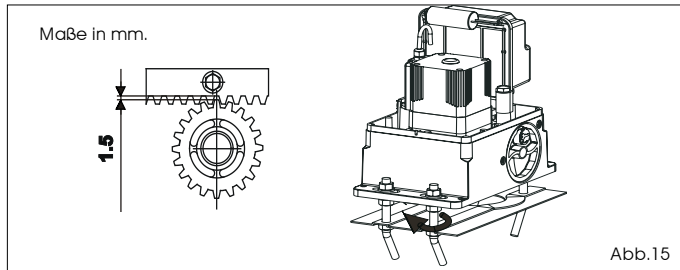

Abb.15
- Nach Abschluß der Installation der Zahnstange sollte die Position des Getriebemotors um ca. 1,5 mm (Abb. 15) abgesenkt werden, um ein korrektes Eingreifen in das Ritzel zu gewährleisten.